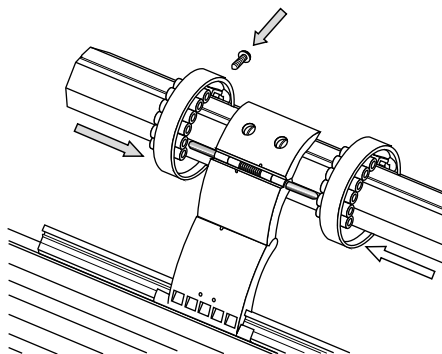

Рисунок 14. Монтаж полотна роллеты на вал.
5. Перед монтажом полотна убедиться в том, что концевые выключатели электропривода или ограничители хода редуктора отрегулированы для крайнего нижнего положения. Произвести монтаж полотна на вал роллеты, установив ось ригеля в ближайшие отверстия ригельных колец, свести кольца к секциям ригеля до упора. Положение колец зафиксировать самонарезающими винтами (рис.14). Рекомендуется использовать винты с полукруглой головкой с диаметром нарезки 3,9 мм и длиной нарезной части 9,5 мм.